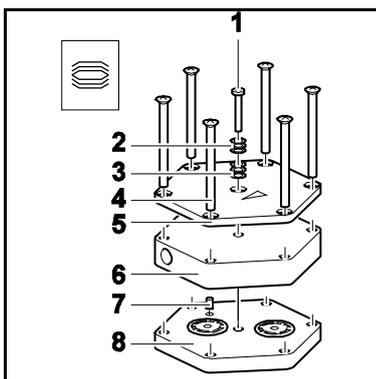

Fig. 10: montaggio della testata
1. Allentare a mano i dadi per raccordi (2) dal collegamento pneumatico testata (3). Ruotare il gomito con bocchettone (1) della testata (4) in senso antiorario finché si riesce a sfilare il tubo flessibile di collegamento.
2. Su entrambe le testate, segnare la posizione della piastra di pressione (fig. 10/5), della testata (fig. 10/6), della piastra intermedia (fig. 10/8) e del supporto della membrana con un tratto di pennarello continuo. Così facendo, si previene l'errato rimontaggio dei componenti in un secondo tempo.
2. Posizionare la piastra intermedia (8) con le valvole/gli o-ring sul supporto sui segni fatti in precedenza con il pennarello.
3. Posizionare la testata (6) sulla piastra intermedia (8) facendo riferimento alla spina di registro (7).
4. Posizionare la piastra di pressione (5) sulla testata (6) sul segno a pennarello fatto in precedenza.
5. Serrare le viti (4) a croce (coppia di serraggio: N 820: 7 Nm; N 840/842: 8 Nm).
6. Montare la/e vite/i (1) al centro della piastra di pressione (5) con le molle a tazza (2, 3). Nel farlo, verificare il corretto orientamento delle molle a tazza (v. fig. 10).
7. Stringere la/e vite/i (1) finché la testa della vite poggia piana. Stringere la/e vite/i di un ulteriore mezzo giro per fissarla/e (coppia di serraggio: 25 Ncm).